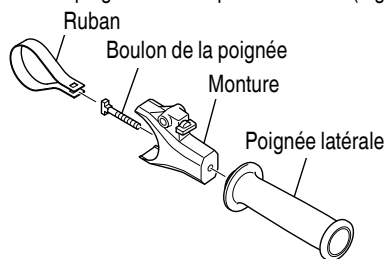

Fig. 2
(1) Tourner la poignée latérale pour démonter. (Fig. 2)